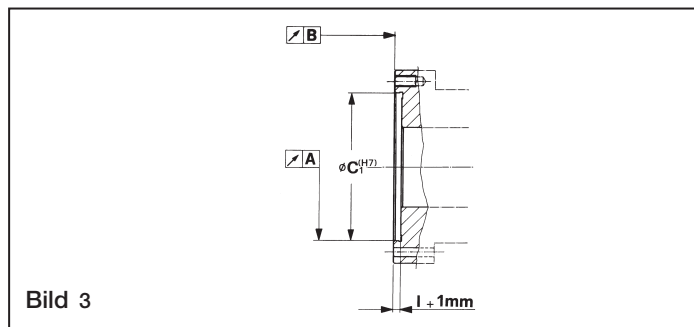

Bild 3
- 2.3 Um höhere Drehzahlen ohne den störenden Einfluss von Vibrationen erreichen zu können, sollte der Zylinder so nahe wie möglich am hinteren Spindellager angebaut werden. Er muss exakt zentrisch zur Maschinen-Rotationsachse installiert werden. Es ist daher notwendig, vor der Installation des Zylinders zu prüfen, ob der Maschinen-Zylinderflansch folgende Rund- und Planlaufgenauigkeiten erfüllt (siehe Bild 3).